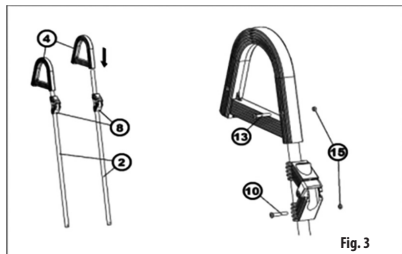

Fig. 3
Introduisez les dispositifs de fixation de sécurité (8) puis les arcs en plastique (4) sur l'extrémité supérieure des tubes de support (2). Bloquez ces pièces à l'aide des vis et écrous correspondants (10, 13, 15). (Fig. 3) Serrez doucement et de façon continue les vis et, dès que vous sentez les vis patiner, desserrez-les un peu puis resserrez doucement
Applicare gli agganci di sicurezza (8) e gli archi in plastica (4) sulle parti superiori dei montanti tubulari di supporto smontati (2) e bloccare questi componenti con i rispettivi viti (10, 13 e 15) (Fig. 3).